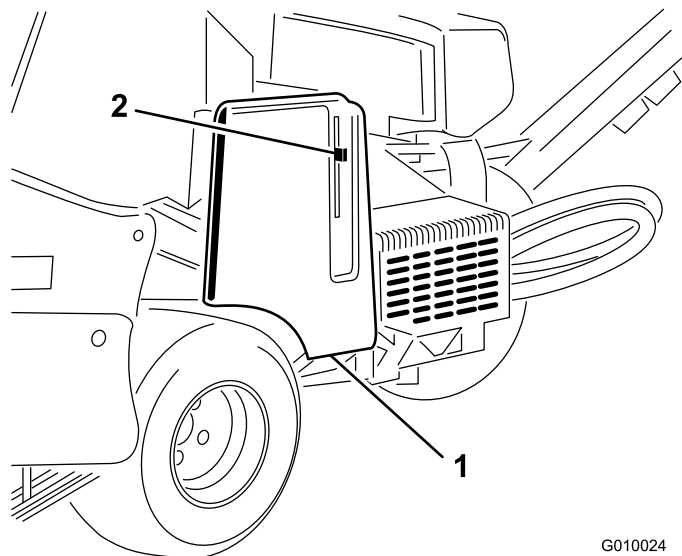
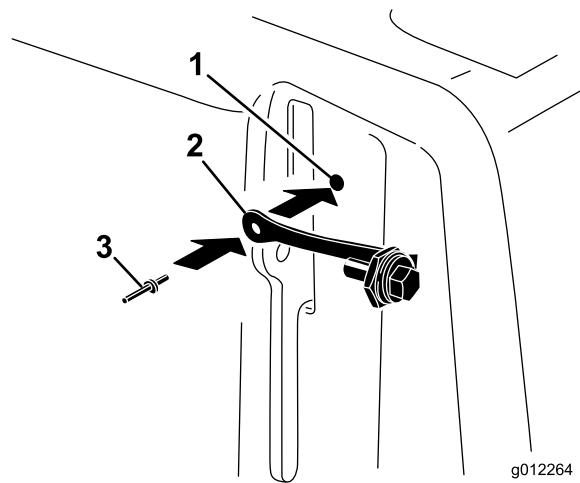

Figure 16
Figure 17
2. Fixez la sangle de sécurité dans le trou du protège-courroies au moyen d'un rivet aveugle (Figure 17).
1. Localisez le trou dans le protège-courroies, à côté de la fente du levier de verrouillage (Figure 16 et Figure 17).